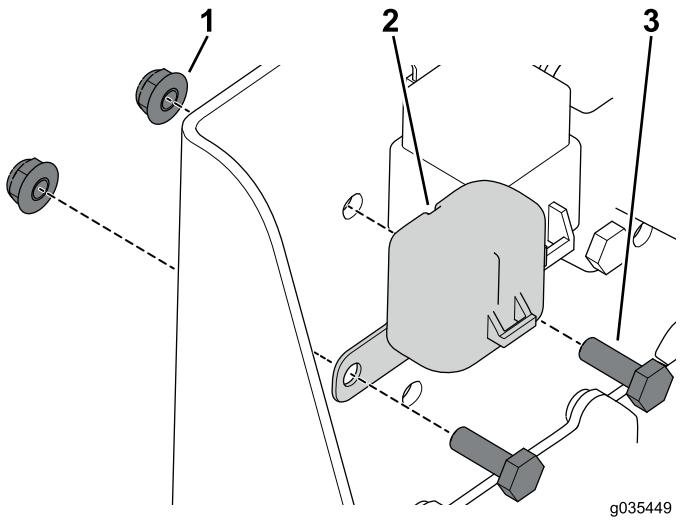

図 14
5. ヒューズキヤップを固定するボルト $1/4 \times 3/4$ インチ2本とフランジナットを使う図 14。